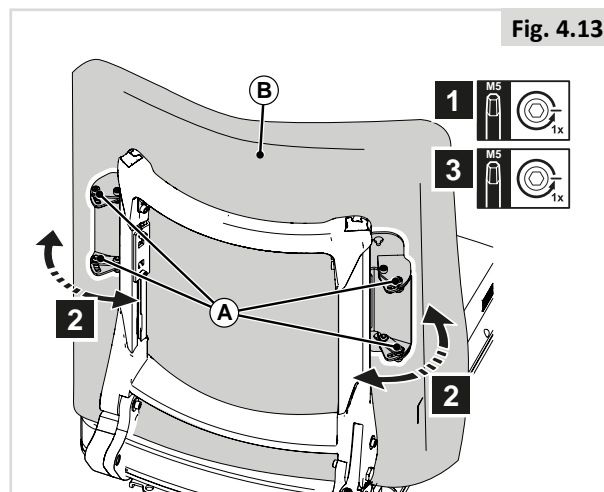

Fig. 4.13
**Réglage de l'angle du support latéral flexible (Fig. 4.13)**
1. Desserrez (A) d'un tour.
2. Réglez (B) à la position désirée.
3. Resserrez (A).